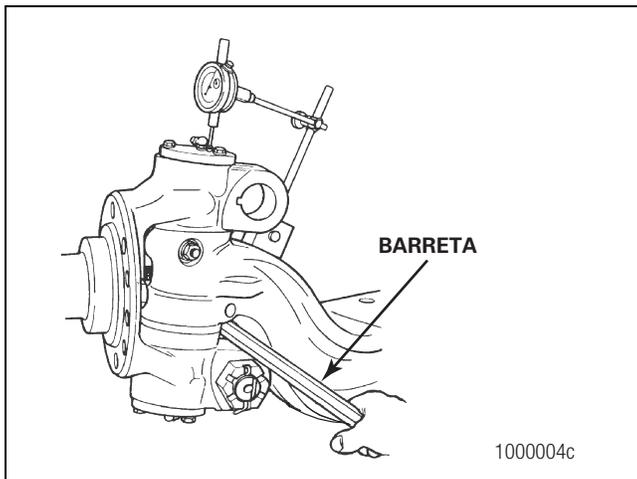

Figura 5
8. Mida la holgura vertical. Añada o quite lanas hasta que la holgura esté dentro de la especificación para su aplicación. Consulte en el Manual de Mantenimiento 2 los procedimientos completos y las especificaciones para revisar la holgura. Figura 5.